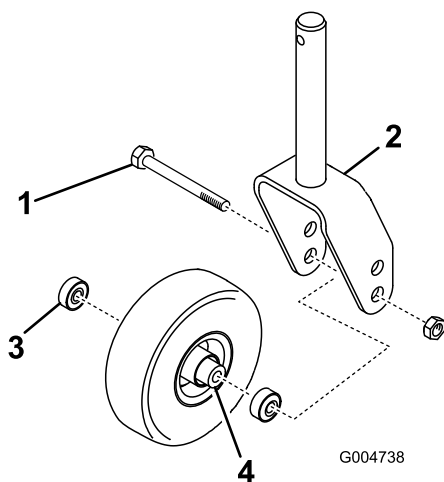
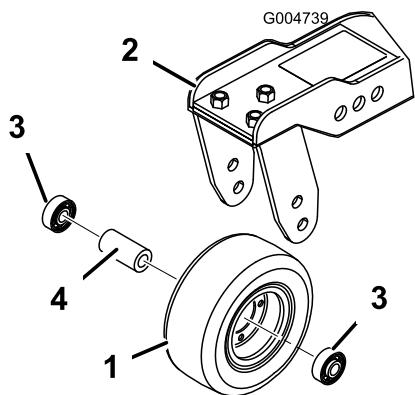

Figura 86
Figura 87
1. Retire la contratuerca del perno que sujeta el conjunto de la rueda giratoria entre la horquilla (Figura 86) o al brazo de pivote (Figura 87).
2. Retire el cojinete de la rueda y deje que se caiga el suplemento del cojinete (Figura 86 y Figura 87).